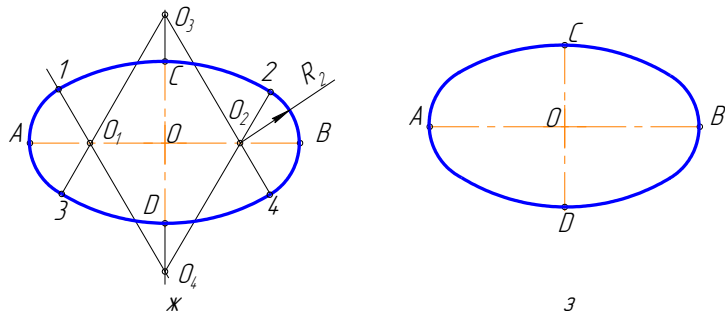

Рисунок 3.17 – Построение овала по двум осям:
Последовательность построений овала по двум осям (рисунок 3.17)
1. Заданы большая AB и малая CD оси овала (рисунок 3.17а)
3. Отрезок AM между этими точками делим пополам, и от точки, расположенной в середине этого отрезка восстанавливаем перпендикуляр до пересечения с осями овала в точках O_1 и O_4 (рисунок 3.17 в).
4. Строим точки, симметричные точкам O_1 и O_4 , получаем O_2 и O_3 (рисунок 3.17 г).
5. Проводим линии центров O_1O_3 , O_1O_4 , O_2O_3 , O_2O_4 (рисунок 3.17д).
6. Из центра O_4 проводим дугу радиусом $R_1=O_4C$ до пересечения с линиями центров O_4O_1 и O_4O_2 в точках 1 и 2. Аналогично находим точки 3 и 4 (рисунок 3.17 е).
7. Замыкающие дуги овала проводим из центров O_1 и O_2 радиусом $R_2=O_1A$ (рисунок 3.17 ж).